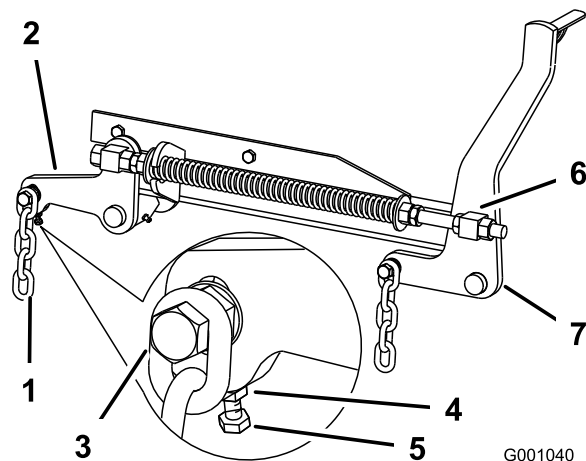

Figura 98
7. Se as medições nas posições **B** ou **C** não estiverem corretas, desaperte o parafuso que fixa a correia traseira ao braço de suporte traseiro (Figura 98).
8. Desaperte a porca de retenção debaixo do braço de suporte traseiro e ajuste o parafuso de ajuste para obter uma medição de 80 a 83 mm; consulte Figura 98.
7. Desaperte as porcas de retenção das articulações frontais, na dianteira das articulações direita e esquerda, aproximadamente 13 mm (Figura 98).
8. Ajuste as porcas de elevação tanto no lado direito como esquerdo da máquina para obter 6 a 10 mm mais baixo na frente em **A** do que atrás em **B** (Figura 98).